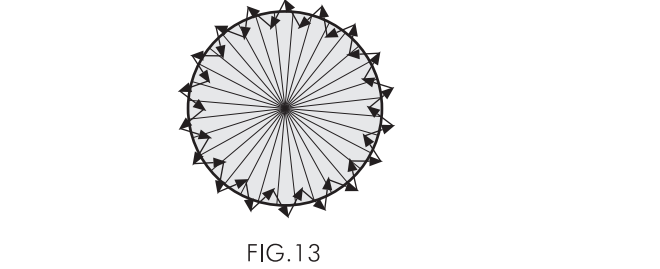

FIG. 13
- 4.6.1.4 Camine transversalmente al detector hasta que el Led se encienda durante 2seg. Luego se apaga, el siguiente ciclo debe ser a intervalos de 2seg (ver FIG. 13)